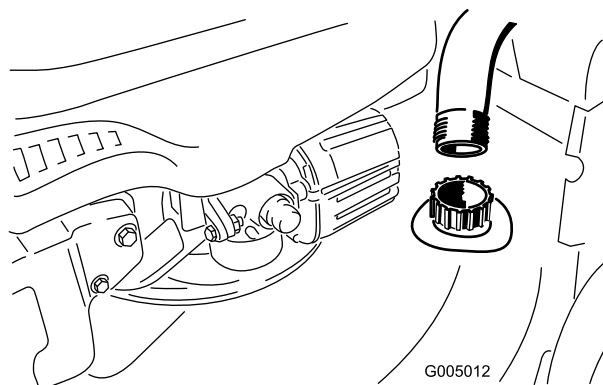

Figure 34
3. Branchez un tuyau d'arrosage, relié à une arrivée d'eau, au raccord de lavage du carter de la tondeuse (Figure 34).